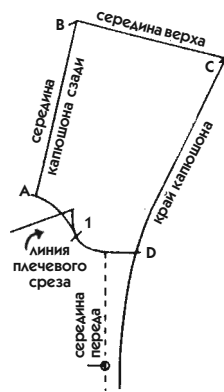

Рис. 477
1. На базовом лекале жакета или пальто проведите линию стойки воротника с подбортом и трансформируйте его в расширяющийся воротник модели С (на рис. 477 засечка А).
2. Продолжите срединную линию воротника от засечки А на 35 см. Поставьте засечку В (рис. 477).